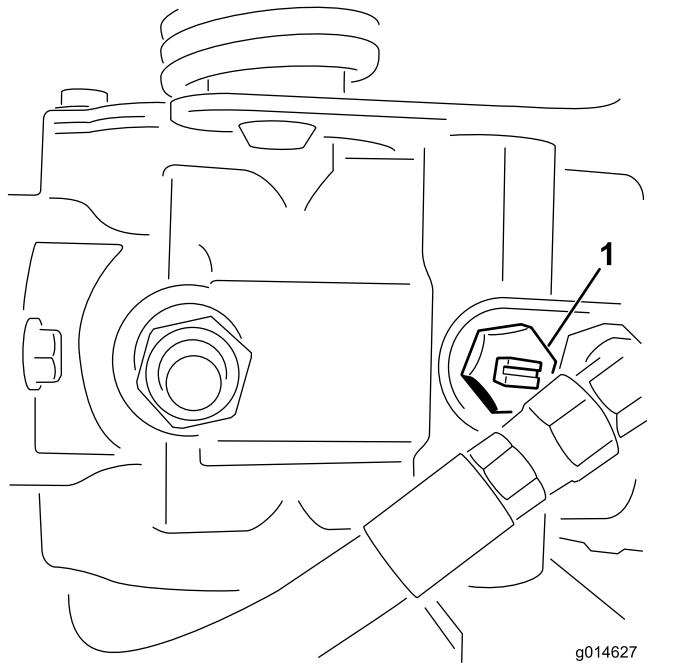

Figure 24
- Localisez la vanne de dérivation sur la pompe et tournez-la jusqu'à ce que la fente soit verticale (Figure 24).
- Avant de mettre le moteur en marche, fermez la vanne de dérivation (fente horizontale) (Figure 24).